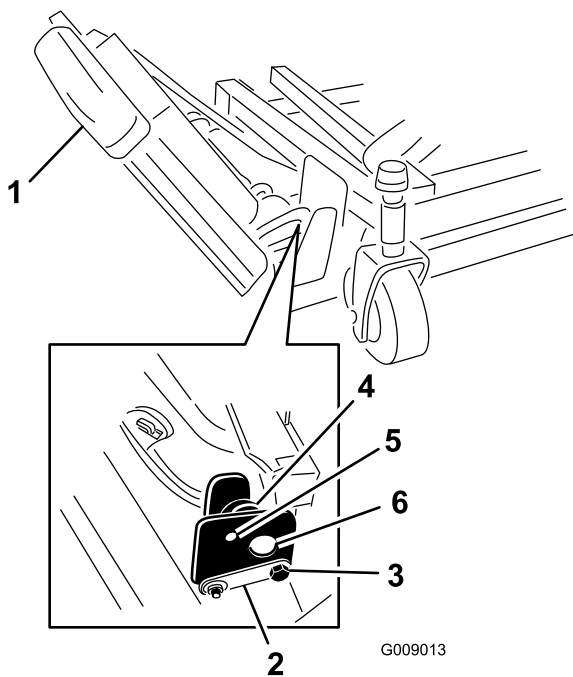

Figura 3
1. Retire las tuercas que sujetan los pernos de tope delantero y trasero a los soportes de montaje de la carcasa del ala derecha (Figura 3).
2. Sujetando el ala derecha, retire los pernos de tope delantero y trasero de los soportes de montaje de la carcasa (Figura 3). Deje los excéntricos entre los soportes de montaje.